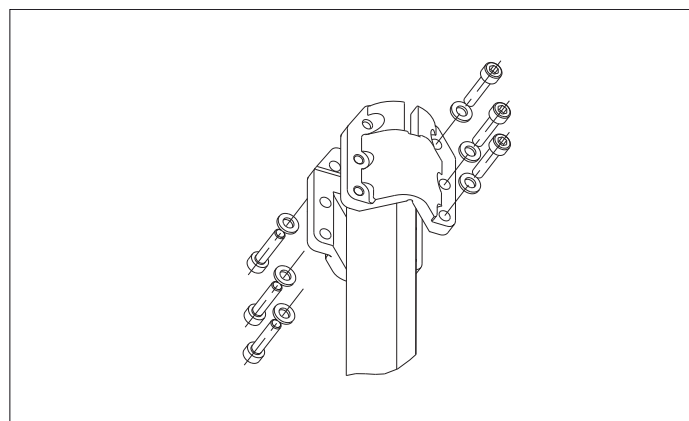

Рис. 44. Установка винтов и шайб на полумуфты
4. Установите шесть винтов и шайб в отверстия на полумуфтах. См. рис. 44.
9. Установите шесть винтов и шайб в отверстия на полумуфтах (см. рис. 44) и несильно затяните их.